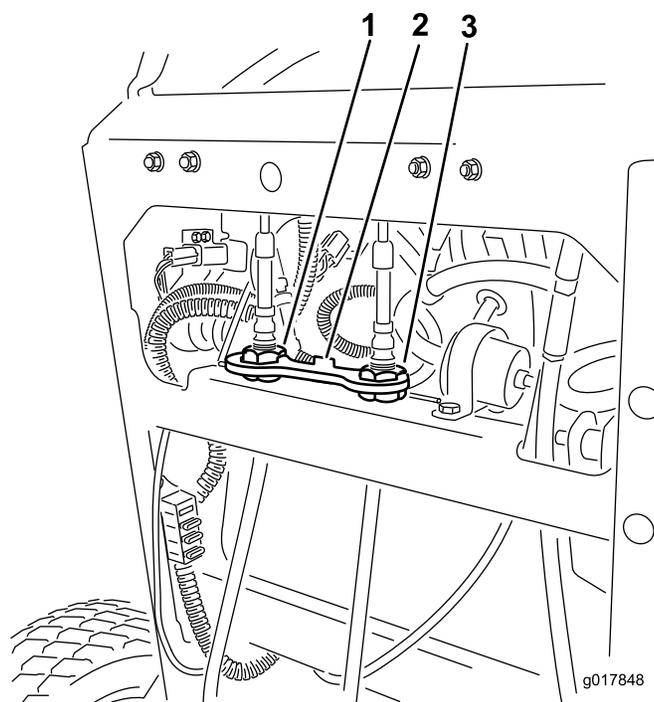

Figura 55
4. Levante y retire la pletina de bloqueo que sujeta las tuercas de ajuste de los cables (Figura 55).
5. Gire la rueda de ajuste del cable derecho hasta que la palanca de control de movimiento derecha quede posicionado en el centro de la ranura de bloqueo/punto muerto del panel de control (Figura 55).
10. Instale la pletina de bloqueo sobre las tuercas de ajuste de los cables para afianzar el ajuste (Figura 55).